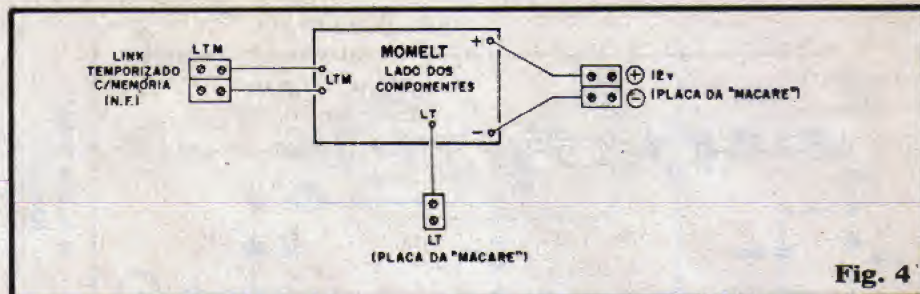

Fig. 4
- FIG. 4 - Conexões (simples) ex-